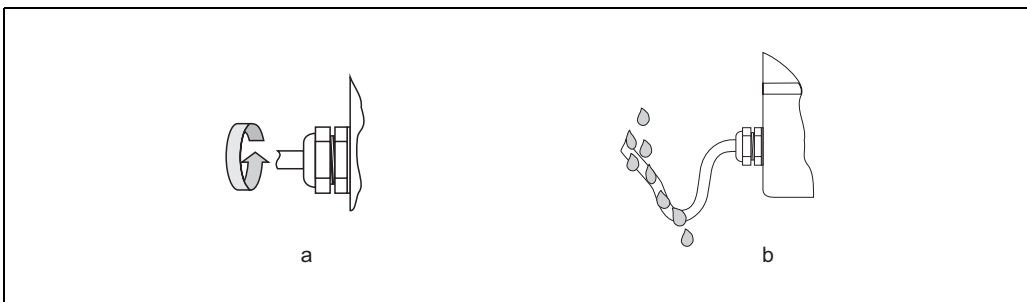

Fig. 26: Istruzioni d'installazione, ingresso dei cavi
- Gli ingressi cavo devono essere saldamente serrati (**a** → Fig. 26).
- I cavi devono avere un'ansa verso il basso prima dell'ingresso cavo ("trappola per l'acqua") (**b** → Fig. 26) in modo da evitare che l'umidità penetri nel passacavo.